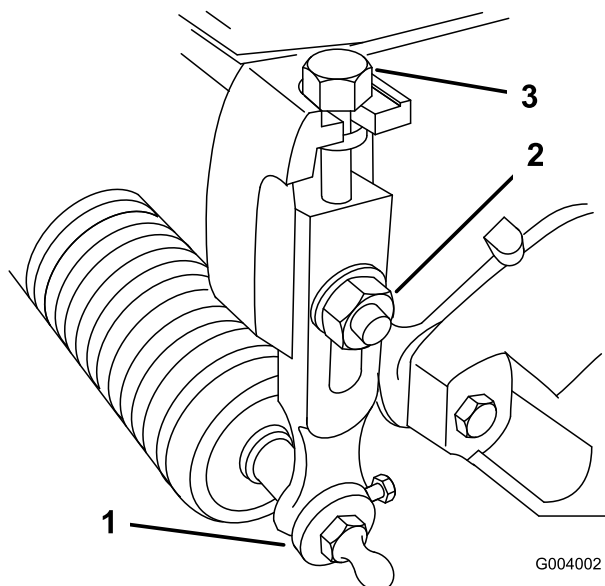

Figura 52
1. Afloje las contratuercas que fijan los brazos de altura de corte a las chapas laterales de la unidad de corte (Figura 52).